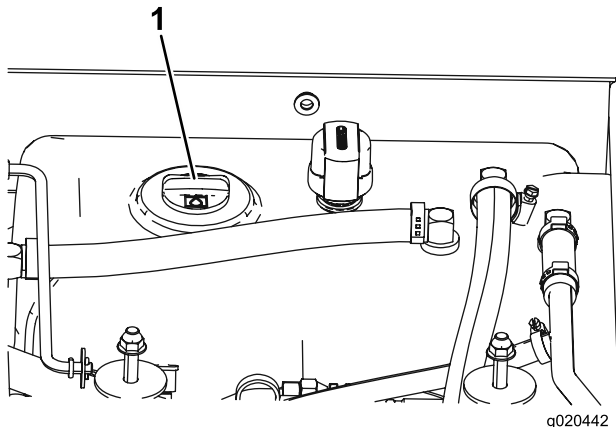

Bild 13
3. Reinigen Sie den Bereich um den Einfüllstutzen und den Deckel des Hydraulikölbehälters (Bild 13). Drehen Sie den Deckel vom Einfüllstutzen ab.